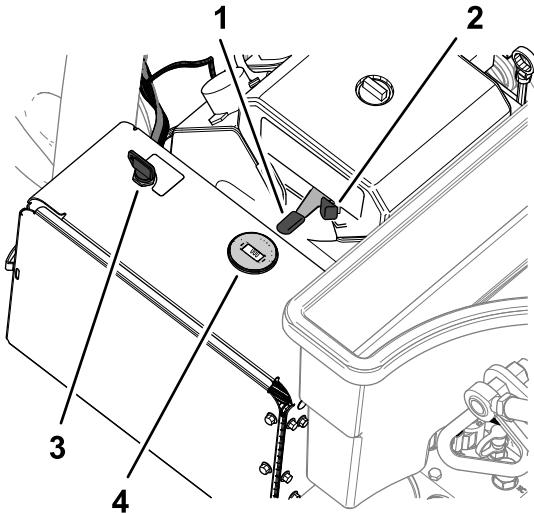

Figura 78
2. Spostate la leva dell'acceleratore (**Figura 78**) in posizione di MINIMA.